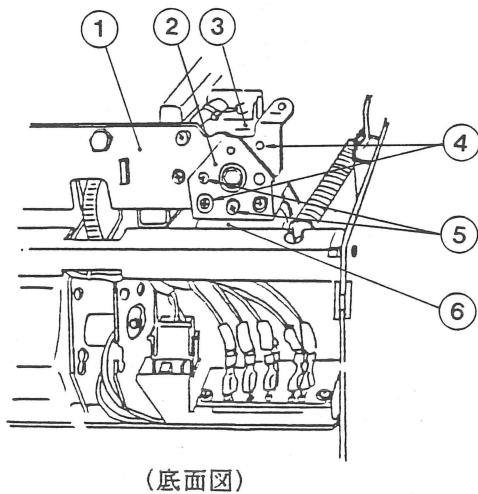
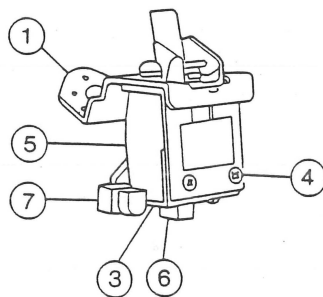
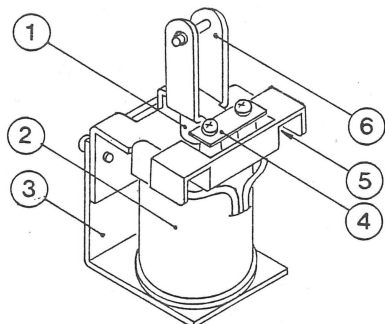

図48. SHT取付外観図
図49. SHT.1 外観図
図50. SHT.2 外観図
標準で1個（図48⑥）装備されます。ご要求により2個（図48③⑥）装備されているものもあります。本書では、標準のSHTをSHT. 1（図49）、オプションで追加するSHTをSHT. 2（図50）と称します。標準のSHT. 1と、オプションで追加するSHT. 2は形状が異なります。